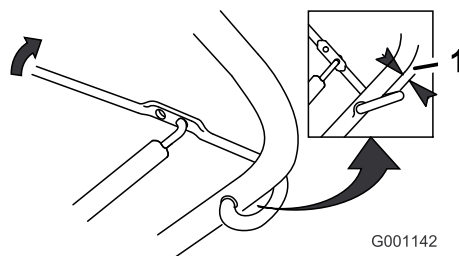

Figure 19
2. Vérifiez que la barre de commande et le guidon sont espacés de 2 à 3 mm (1/16 à 1/8") (Figure 19). Pour régler le câble, reportez-vous à la section Réglage du câble ci-dessous.